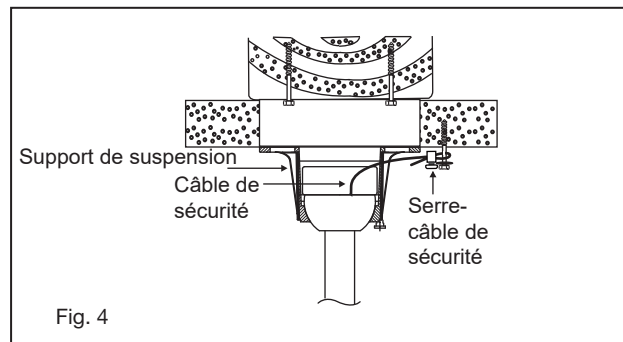

Fig. 4
REMARQUE: La languette opposée à l'ouverture du support de suspension doit s'insérer dans la fente de la boule. (Fig.4)
Fixez le tire-fond et la rondelle plate à la solive du plafond. Fixez le câble de sécurité au tire-fond. Faites glisser le serre-câble sur le câble de sécurité (du ventilateur). Placez l'extrémité du câble à travers le tire-fond. Tirez autant de câble que possible sur le tire-fond. Introduisez l'extrémité du câble dans le trou de serrage et serrez fermement la vis (Fig.4). Coupez l'excédent de câble de sécurité.
- 4 Rentrez soigneusement les connexions des fils à l'intérieur de la boîte de jonction. Fixez l'interrupteur mural avec les deux vis fournies. (Fig.4)
- 5 Fixez la plaque murale sur l'interrupteur mural et fixez-la avec les deux vis fournies. (Fig.4)
Un flux d'air **VERS LE HAUT** déplace l'air plus chaud de la zone du plafond, comme illustré à la figure 4. Cela vous permet de régler votre unité de chauffage sur un réglage plus frais sans affecter votre confort.